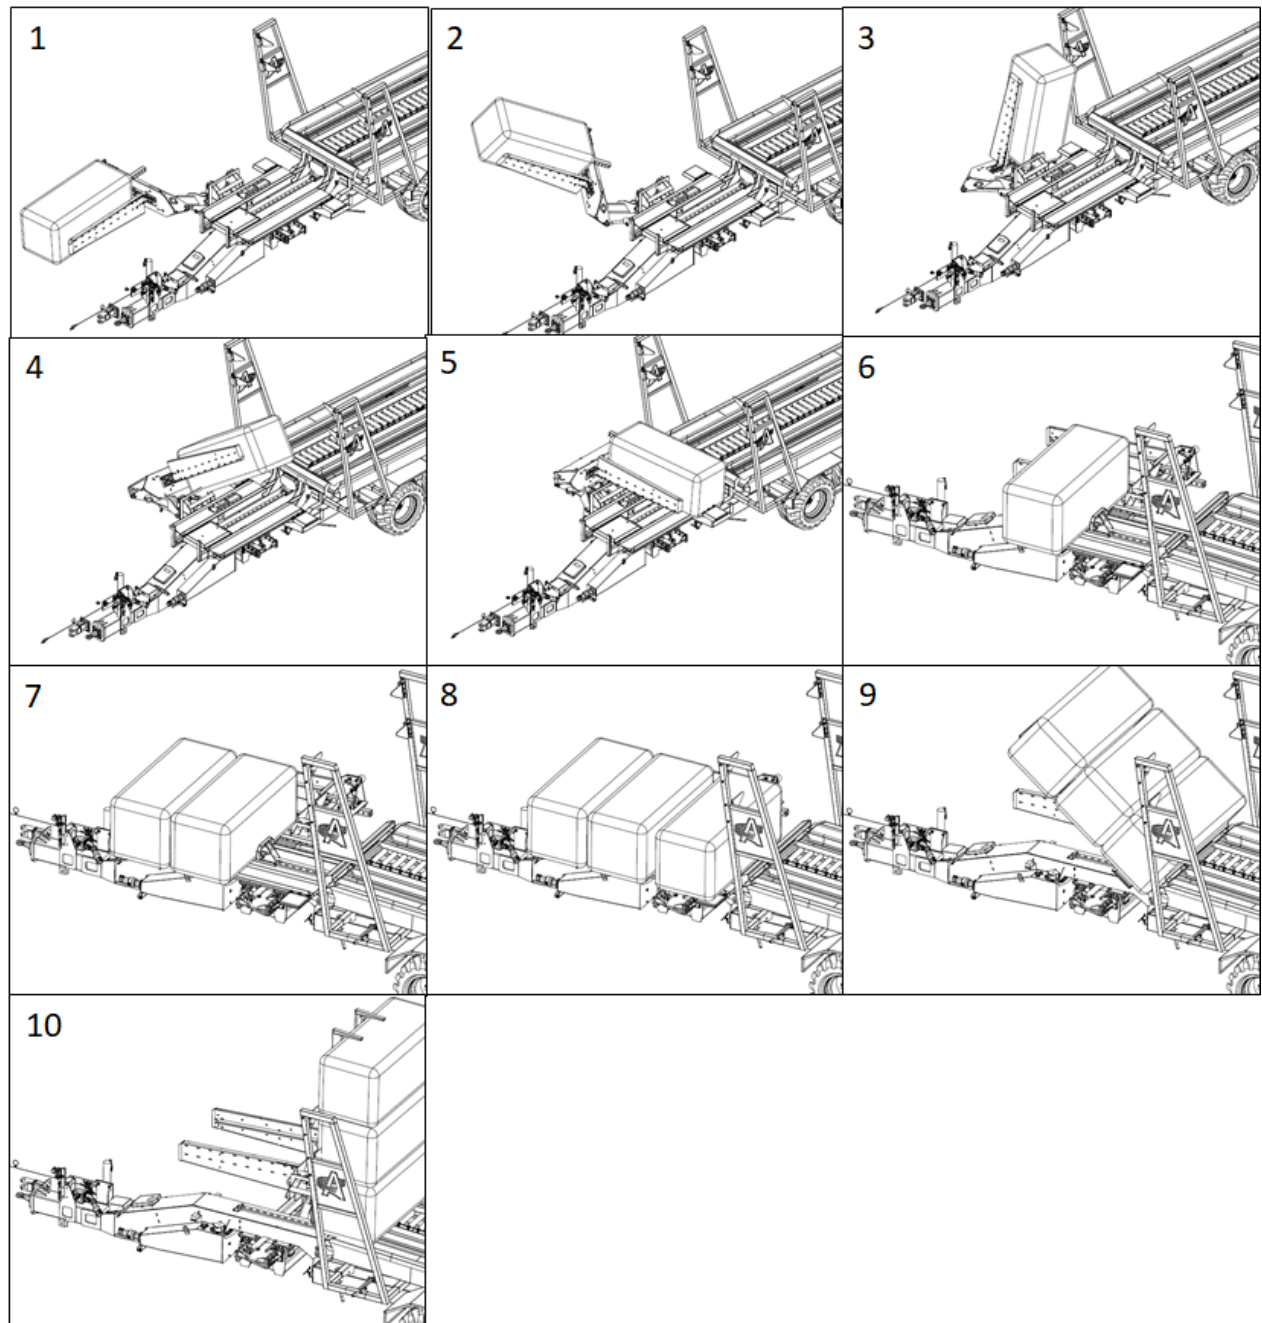

Figure 25 - Étapes de chargement
4. Alignez la pince de chargement pour que ses bras soient de chaque côté de la balle à charger et avancez lentement. Lorsque les capteurs de la pince détectent la balle, la séquence de chargement débute automatiquement. Voir la Figure 25 pour comprendre la séquence de chargement.
La Figure 25 décrit la séquence de chargement automatique des balles.